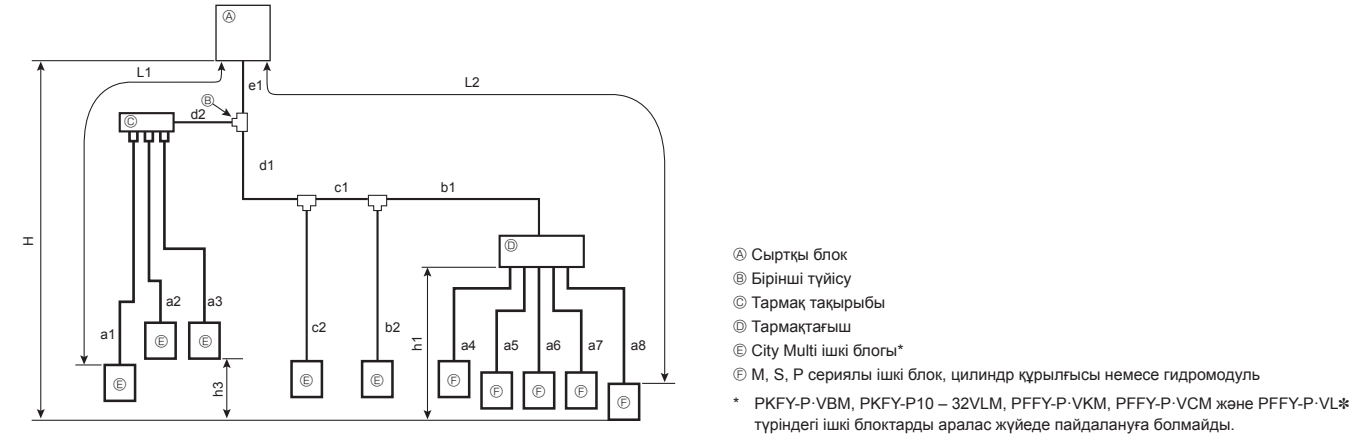

Fig. 4-3 (a)
4.2.3. Аралас жүйе (тармақтағыш арқылы City Multi ішкі блоктары және M, S, P сериялы ішкі блоктар) (Fig. 4-3)